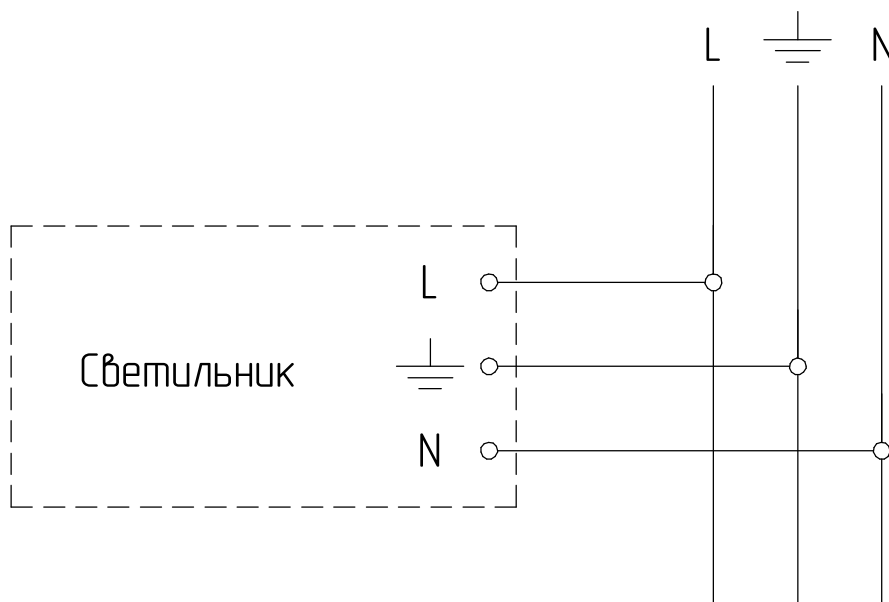

Рисунок 4 - Схема подключения светильника
5.3 Присоедините сетевые провода согласно схеме (рисунок 4).